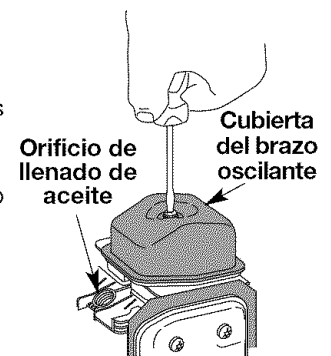

Fig. 36
10. Limpie la suciedad de alrededor de la cubierta del brazo oscilante. Saque el tornillo que sostiene la cubierta del brazo oscilante con un destornillador grande de vástago plano o con una broca Torx T-25 (Fig. 36). Saque la cubierta y la junta del brazo oscilante.